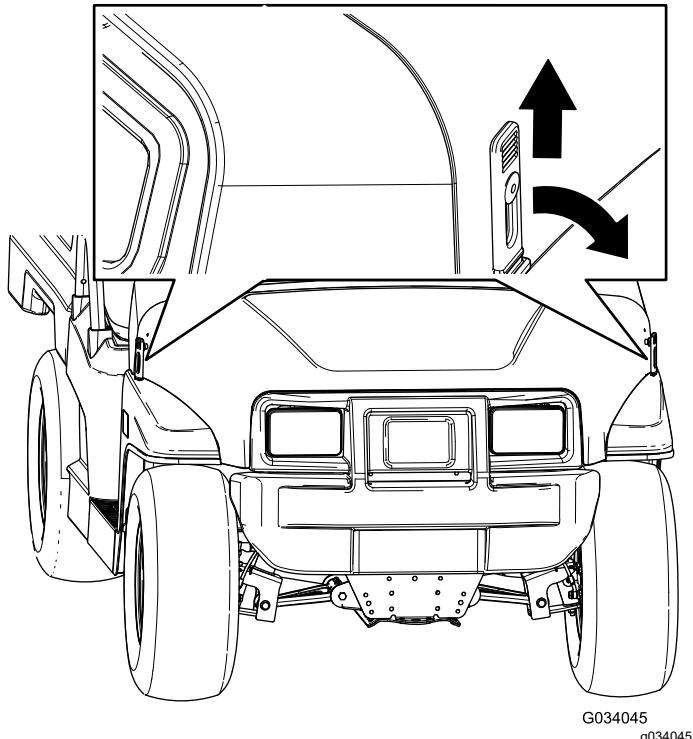

Figura 31
1. Tire hacia arriba de los cierres de goma de cada lado del capó (Figura 31).
2. Sujete el capó alineando los cierres de goma con los anclajes situados en cada lado del capó (Figura 31).